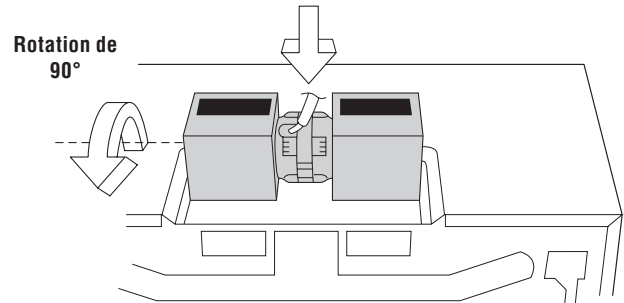

Figura 11
5. Coloque nuevamente la Cubierta del Ventilador deslizando dentro de las ranuras en la misma dirección de la flecha indicada sobre la Cubierta del Ventilador. Asegúrese que las aspas del ventilador son visibles a través de las aberturas traseras del horno antes de proceder. Sujete la Cubierta del Ventilador a la unidad mediante los 3 tornillos que se retiraron en el Paso 1 anterior. Véase la Figura 11. La Unidad de Ventilador de la Campana Extractora ahora está girada para operación de escape horizontal.
3. Gire la Unidad de Ventilador de la Campana Extractora. Rote 90° la Unidad de Ventilador de la Campana Extractora de modo que las aberturas de aspas del ventilador queden dirigidas hacia arriba. Coloque nuevamente la Unidad de Ventilador de la Campana Extractora dentro del horno. Tenga cuidado de no pellizcar el cable conductor entre el soporte interior y la Unidad de Ventilador de la Campana Extractora. Véase la Figura 11.
4. Coloque el cable conductor dentro de la Caja de Alambres. Véase la Figura 11.